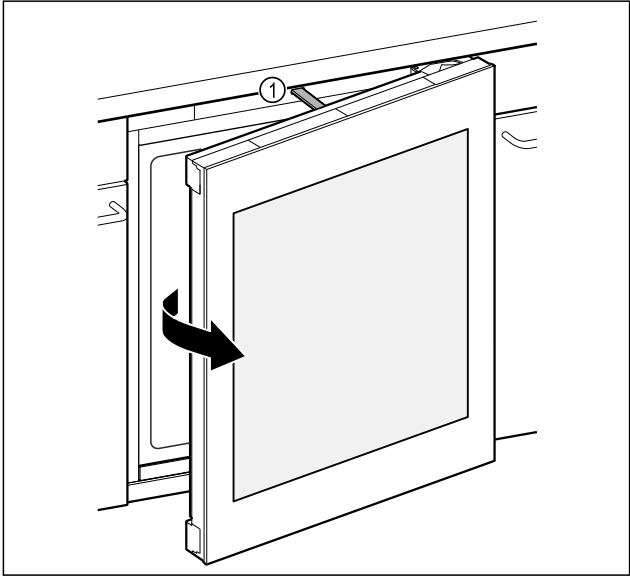

Fig. 68
- La tige de poussée Fig. 68 (1) ouvre la porte d'env. 7 cm.